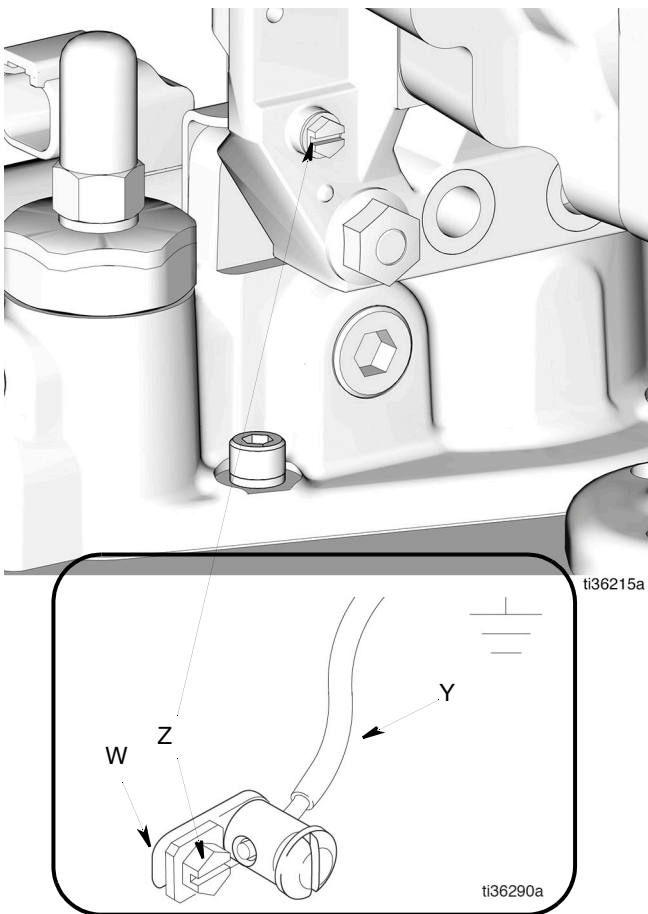

图 1
泵接地: 拆下泵底座背后的接地螺丝 (Z), 将其插入, 穿过接地线 (Y) 端头处环端子 (W) 的孔眼。将接地螺丝 (Z) 固定回泵上并拧紧。将接地导线 (Y) 的另一端连接到地表面(图 1)。要订购接地线和线夹, 请订购零件号为 222011 的零部件。